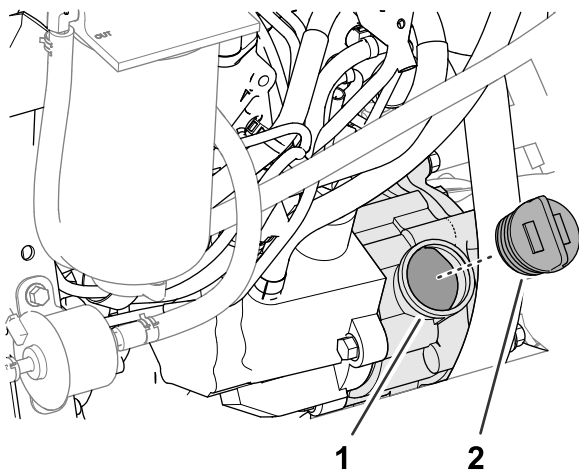

Figure 124
- Si le niveau est bas, retirez le bouchon de remplissage (Figure 124) et versez progressivement de petites quantités d'huile, en vérifiant fréquemment le niveau, jusqu'à ce que l'huile atteigne le repère maximum sur la jauge.